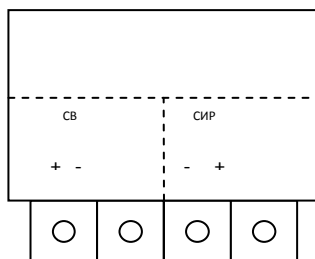

Рис.1 Схема подключения оповещателя охранно-пожарного комбинированного «Октава-12 исп.2»
- подключить питание согласно схемы подключения (рис.1);